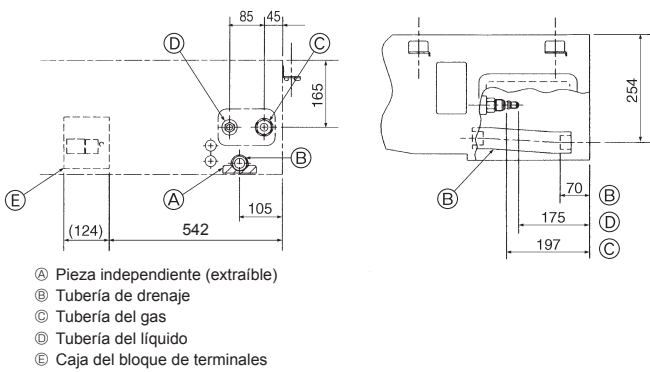

Fig. 3-2
①	Arandelas	4 + 4 (con aislamiento)
②	Tapón de tubería	1 pieza de gran tamaño (para la tubería del gas)
③	Tapón de tubería	1 pieza de pequeño tamaño (para la tubería del líquido)
④	Bandas	4
⑤	Manguera de desagüe	1
⑥	Bandas	2
⑦	Cubierta de la tubería de drenaje	1
⑧	Elemento del filtro	12
3.2. Preparación para la instalación (Fig. 3-2)